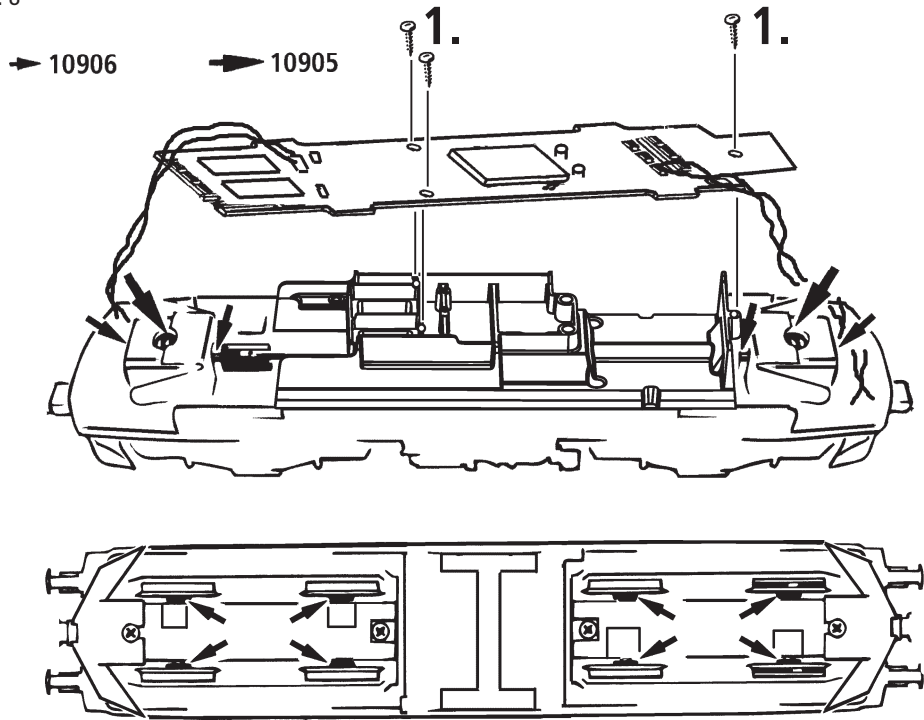

Fig. 9
**Schleiferwechsel:** siehe Fig. 9
**A.C. pick up:** see fig. 9
voir fig. 9
**4. Remplacement des balais du moteur:** Démontez la caisse (voir fig. 5). Démontez ensuite le moteur et échangez le balais (fig. 9).